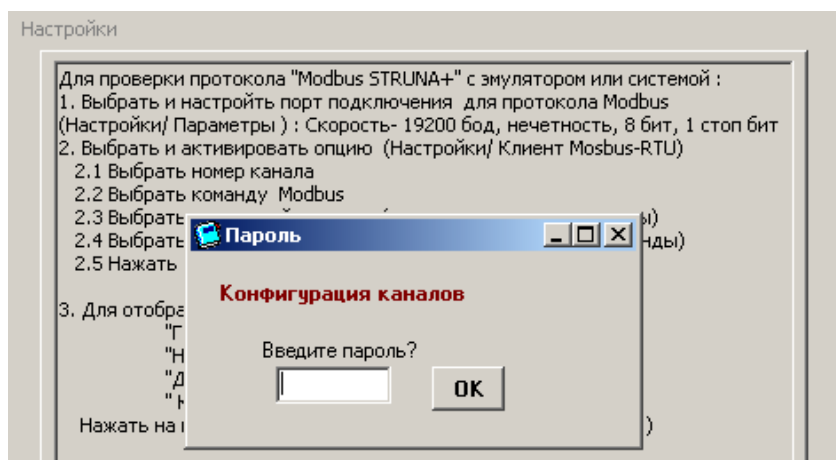

Рисунок 5.2
5.3 Ввести системный пароль (рисунок 5.2) для входа в форму конфигурации каналов. Первичный системный пароль – 11907 (смена пароля выполняется с БИ1 или в формах настройки контроля).